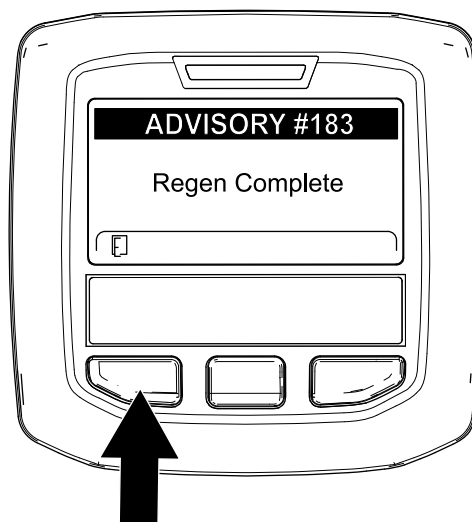

Bild 33
9. Wenn der Motorcomputer eine geparkte Regenerierung oder eine Wiederherstellung-Regenerierung abschließt, wird im InfoCenter ADVISORY #183 (Bild 33) angezeigt. Drücken Sie die linke Taste, um den Homebildschirm anzuzeigen.